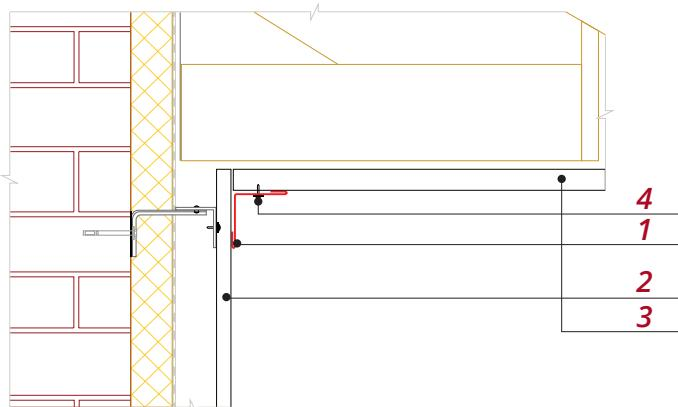

Рис. 7
4. Если требования к внешнему виду объекта не требуют скрыть крепеж, для отделки верхней части фасада используйте Планку угла внутреннего 50\*50 (рис.7). Монтируйте планку после монтажа панелей.